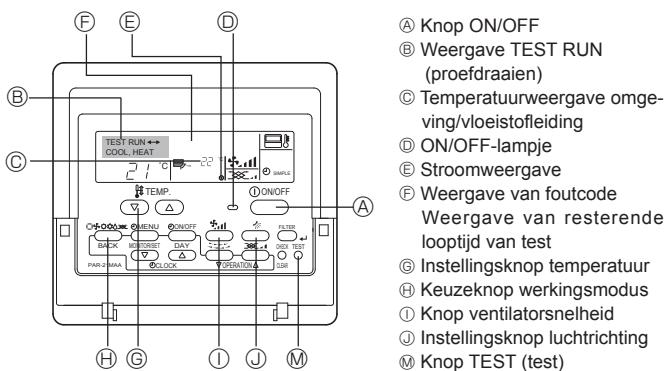

Fig. 8-1
8.2. Proefdraaien (Afstandsbediening met draad) (Fig. 8-1)
- ① Schakel het apparaat minimaal 12 uur voor het proefdraaien in.
- ② Druk tweemaal op de toets [TEST]. ➔ "TEST RUN" in het LCD-venster
- ③ Druk op de toets [Mode selection] (Moduskeuze) en schakel over naar de werkstand koelen (of verwarmen). ➔ Controleer of er koude (of warme) lucht wordt uitgeblazen.
- ④ Druk op de toets [Fan speed] (Windsnelheid). ➔ Controleer of de luchttuurstroomsnelheid verandert.
- ⑤ Druk op de [instellingsknop luchtrichting] of op de [luifelknop]. ➔ Controleer de werking van de vin of het luifel.
- ⑥ Controleer de ventilator van het buitenapparaat op een goede werking.
- ⑦ Schakel het proefdraaien uit met de [ON/OFF] (AAN/UIT)-toets ➔ Stop
- ⑧ Leg een telefoonnummer vast.